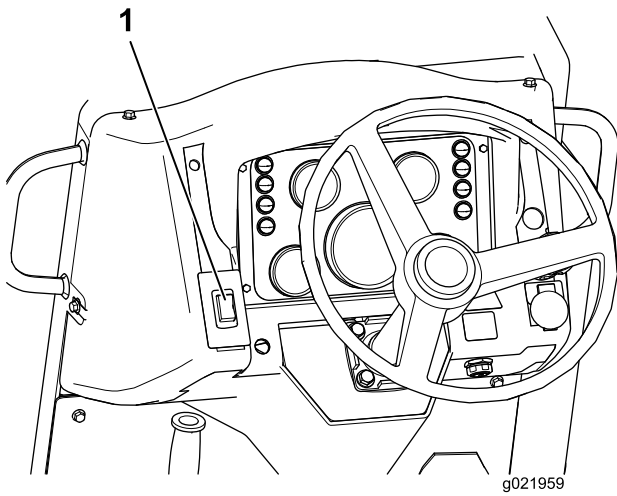

Figura 25
1. Suba el interruptor del freno de estacionamiento (Figura 25) para aplicarlo.